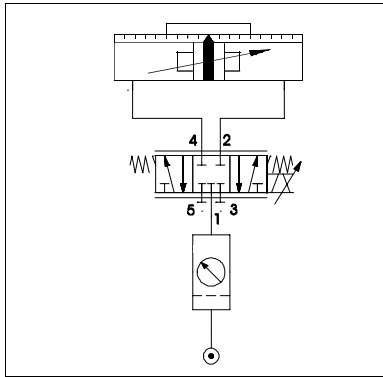

Bild 10/Fig. 10
- Verwenden Sie ein Proportional-Wegeventil vom Typ MPYE-... zur Ansteuerung des DGPI(L)-.... Verschlauchung ohne pneumatische Not-Aus-Schaltung siehe Bild 10.
- Use a proportional directional control valve of type MPYE-... for controlling the DGPI(L)-.... For connecting the tubing without the emergency stop circuit see Fig. 10.